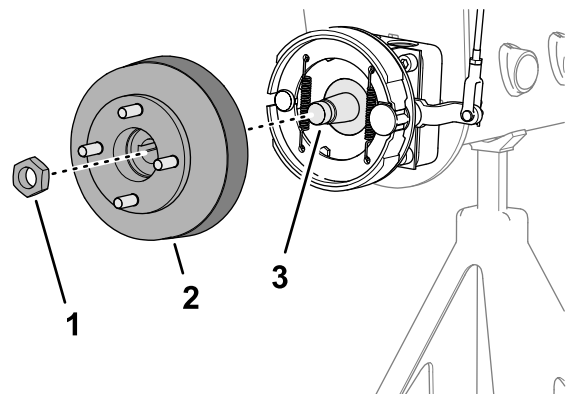
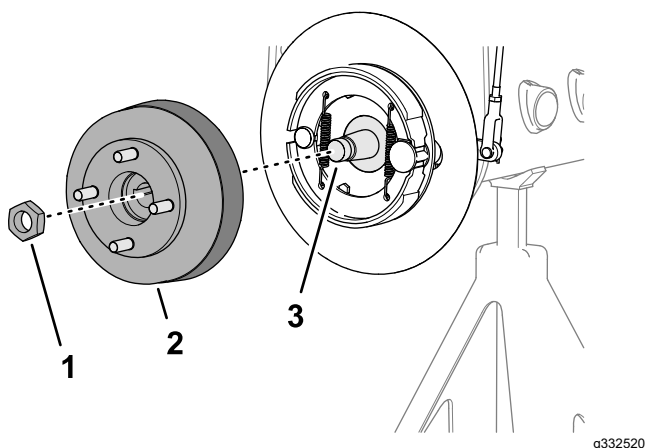

Figure 74
Figure 75
3. Montez le moyeu de roue et le tambour de frein sur l'arbre du moteur de roue (Figure 74 ou Figure 75).
4. Fixez le moyeu de roue sur l'arbre avec le contre-écrou (Figure 74 ou Figure 75), et serrez à la main.